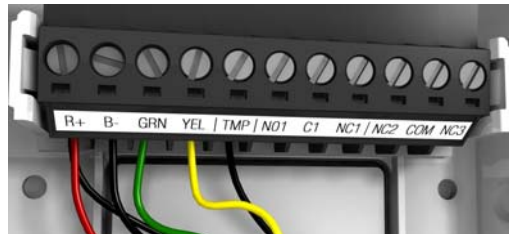

Figura 8: Cableado Digiplex
9. Conecte la entrada de alimentación de 12 VCC (rojo y negro) a sus terminales respectivos. Conecte el bus de comunicación Digiplex EVO en los terminales verde y amarillo (consulte la Figura 8). Para conectar los cables a los otros contactos, consulte la Tabla 1.
18. Conecte la entrada de alimentación de 12 Vcc (rojo y negro) a sus terminales respectivos. Conecte el bus de comunicación EVO en los terminales verdes y amarillos (consulte la Figura 8). El cable negro del interruptor antisabotaje va en el terminal B- junto con el cable negro de 12 Vcc. El cable azul del interruptor antisabotaje va en el terminal TMP del conector del bus.
La conexión del NVX80 al sistema EVO es muy sencilla. Simplemente conecte los cuatro cables como se muestra en la Figura 8.